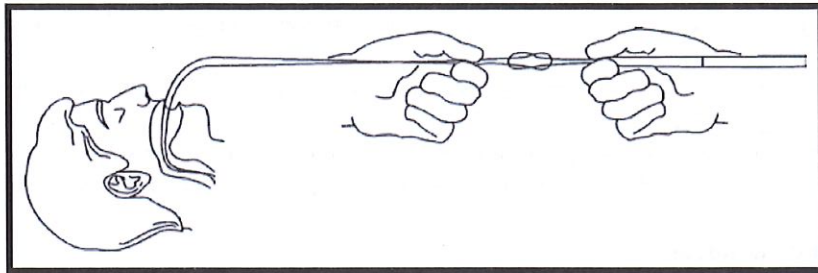

Figura 8
- Agarre la punta de dilatación con el pulgar y el índice, y tire del bucle para formar el acoplamiento (Figura 8).